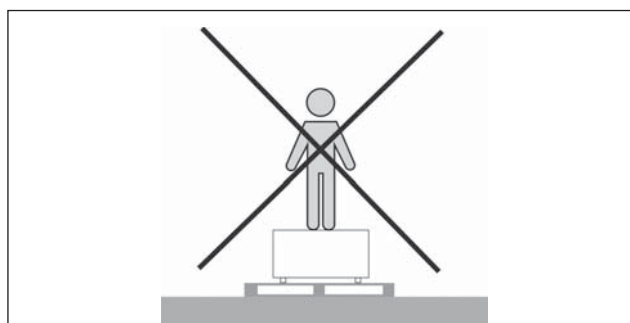

Рис. 9.1
- Запрещается ходить по агрегату или перешагивать через него, так как это может повлечь за собой возникновение несчастного случая (Рис. 9.1).